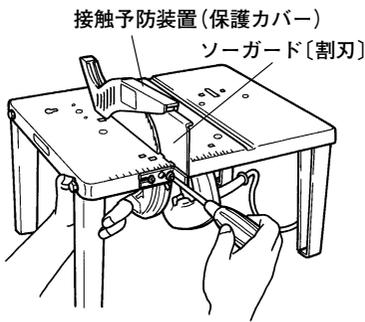

図 14-1
(4) 丸のこののこ刃とソーガード〔割刃〕が一直線になるように調整し、小ネジ2本をしっかり締め付けます。(図14-1)